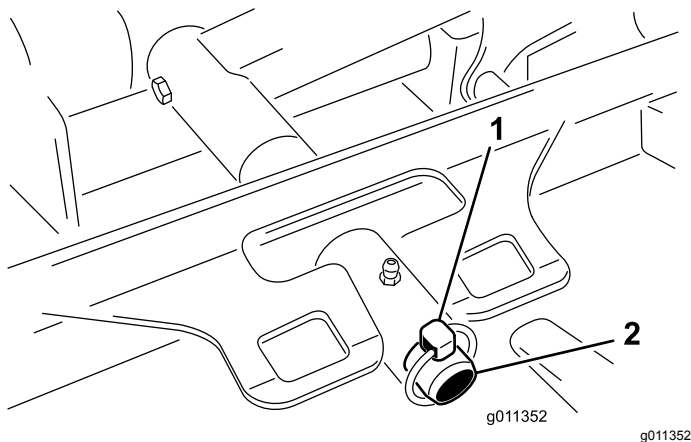

図 99
3. デッキのキャリアフレームを昇降アームのピボットピンに固定しているリンチピンランドマスター 4500またはリテーナナットランドマスター 4700を外す 図 99。
2. デッキのキャリアフレームを昇降アームのピボットピンにセットする 図 99。デッキをピンに取り付け